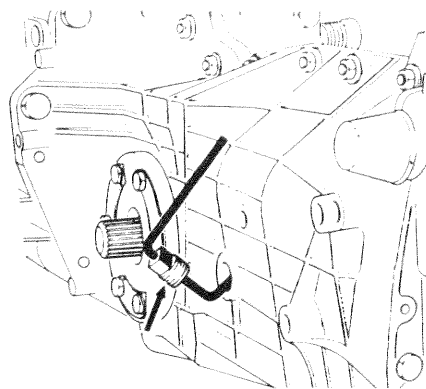

Fig. 77. — Manière d'introduction de l'outil
- Engager la broche coudée de l'outil dans le trou de remplissage en l'orientant vers le haut (fig. 77).